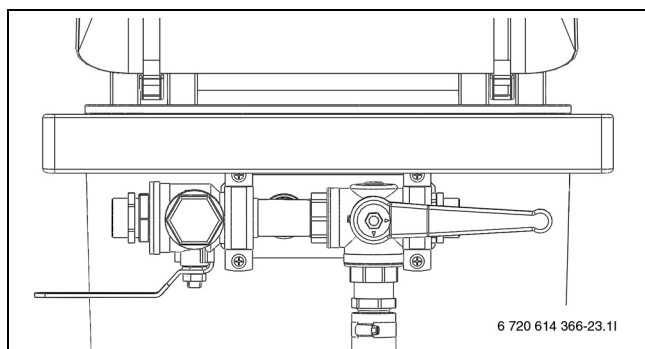

Bild 19 Påfyllnadsstation i påfyllningsläge
- ▶ Vrid ventilerna på påfyllnadsstationen till påfyllningsläge och fyll kretsen med köldbärarvätska (→ Bild 19).